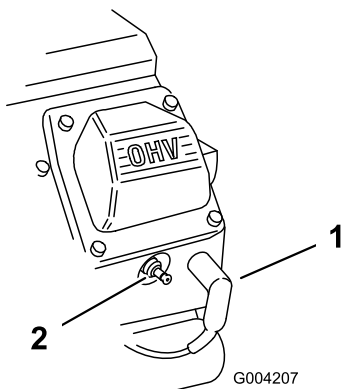

Рисунок 164
2. Снимите провода со свечей зажигания (Рисунок 164).